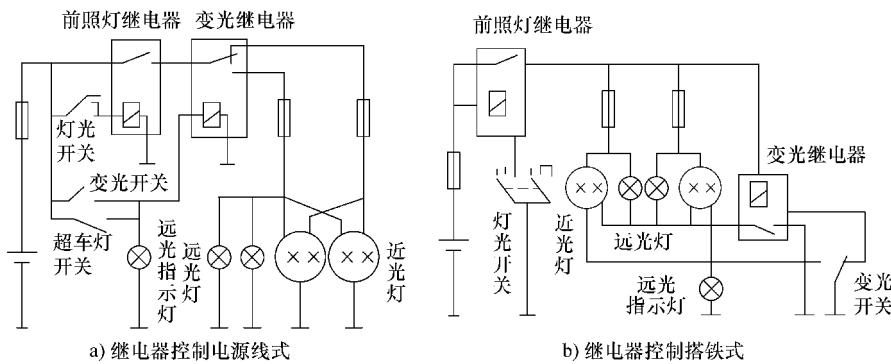

图 10-16 前照灯控制电路
(1) 前照灯的作用 前照灯又称“大灯”，装于汽车头部两侧，用于夜间行车道路的照明。
(2) 前照灯控制电路 前照灯功率较大时,一般采用继电器控制,它主要由灯光开关、变光开关、前照灯继电器及前照灯组成,如图 10-16 所示。